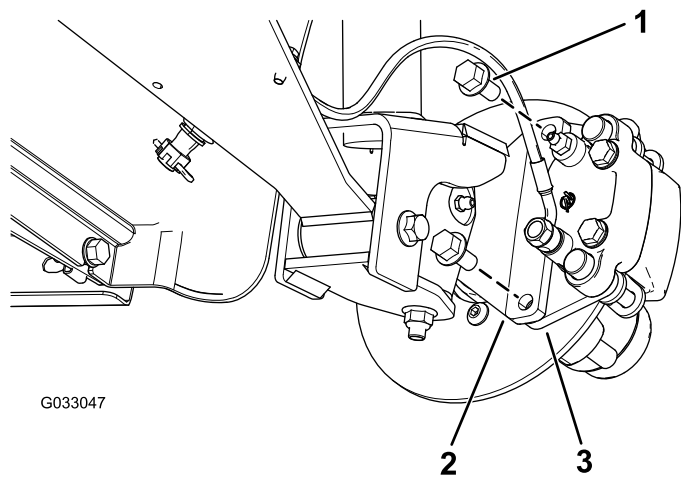
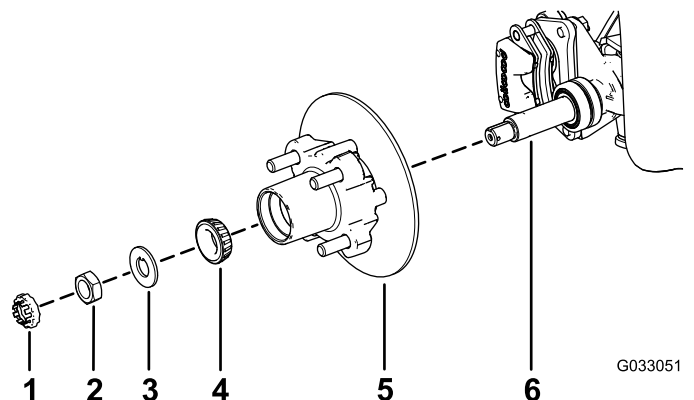

図 24
図 28
3. ブレーキアセンブリ用のブラケットをスピンドルに固定しているフランジヘッドボルト $\frac{3}{8}$ " x  $\frac{3}{4}$ "を外してスピンドルからブレーキを取り外す 図 24。
1. スピンドルに所定のグリスを薄く塗る 図 28。
2. ハブとロータをスピンドルに取り付ける。ロータを内側にすること 図 28。
3. スピンドルに外側ベアリングを取り付けてレースにはめる 図 28。
4. スピンドルにタブワッシャを取り付ける 図 28。
5. スピンドルにスピンドルナットを取り付け、ハブを回してベアリングを着座させながらナットを 15 N·m 1.52 kg·m = 11 ft·lb に締めつける 図 28。
- ブレーキパッドをロータのそれぞれの側に合わせ 図 24、キャリパブラケットの穴と、スピンドルフレームのブレーキ取り付け部の穴を整列させる 図 28。
- キャリパブラケットをスピンドルフレームに固定する 図 24 フランジヘッドボルト  $\frac{3}{8}$ " x  $\frac{3}{4}$ " 2本を使用する。